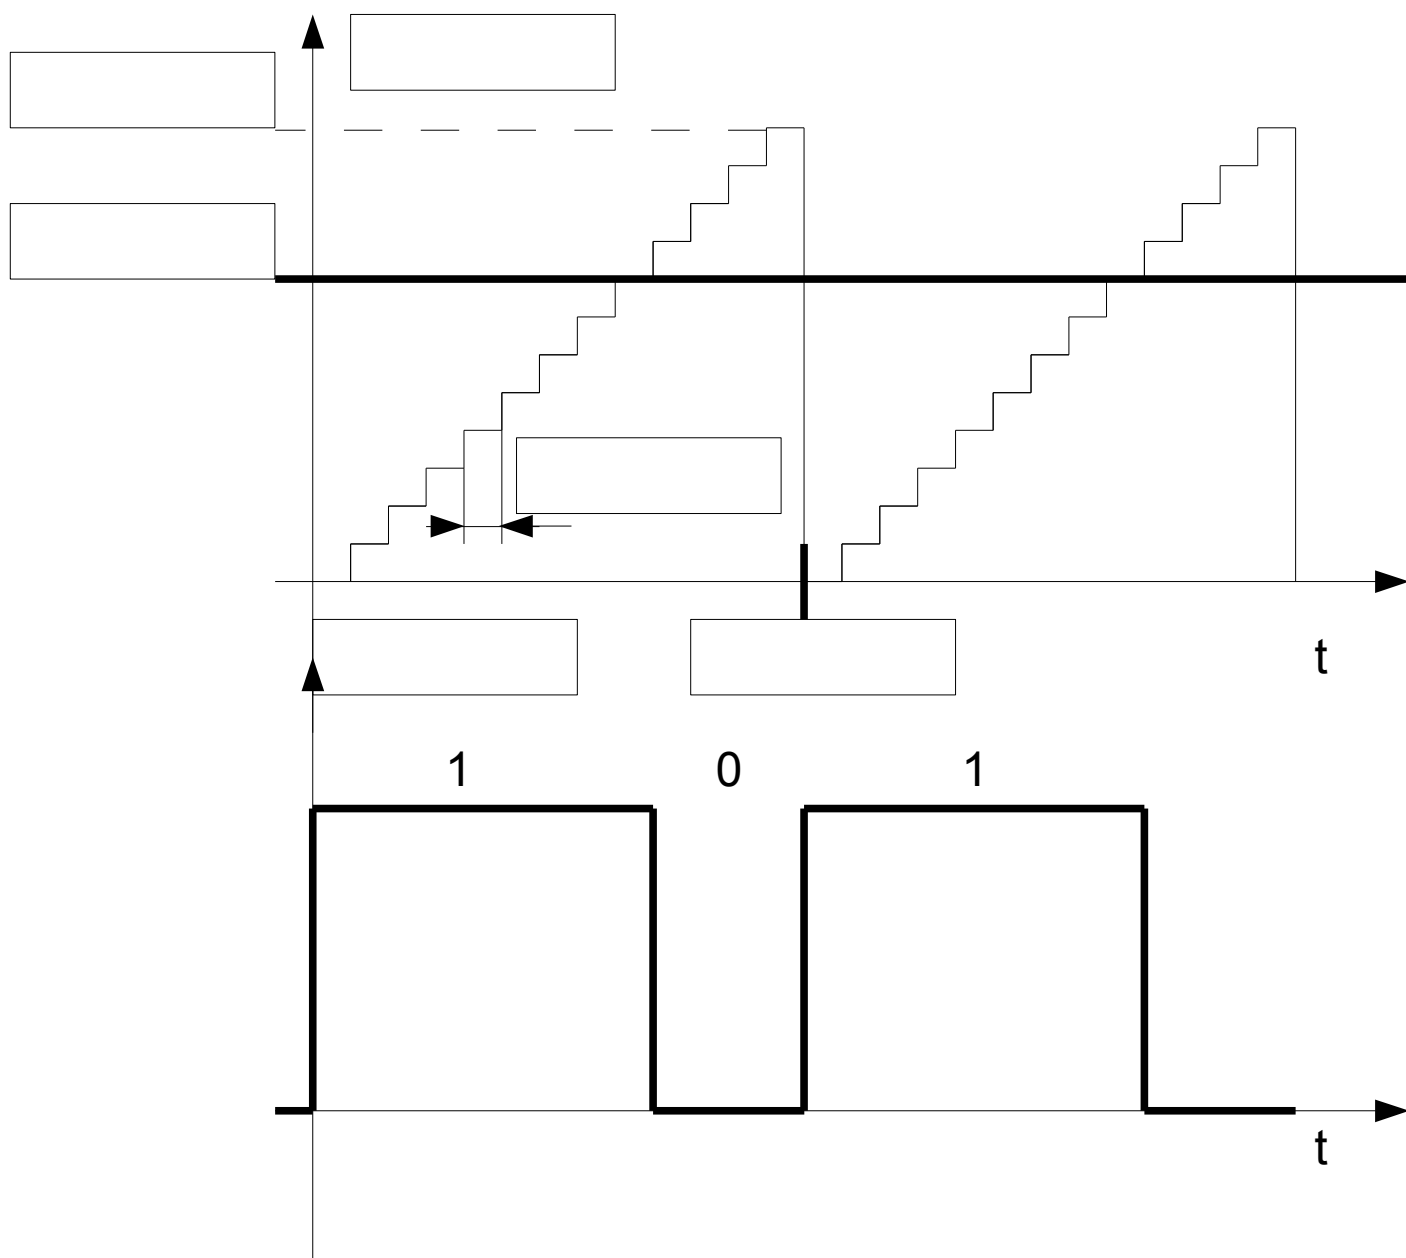

Figure 3: Chronogramme des registres du PIC
6. Remplissez le graphique de la figure 3.